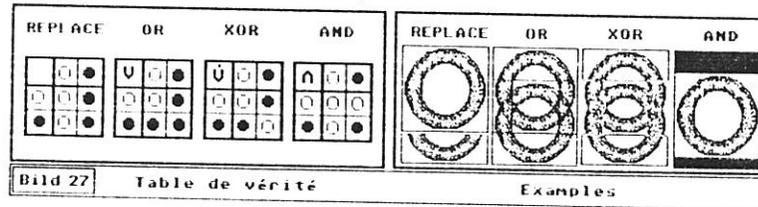

Bild 27
APPEL (DU) TAMPON : cette option permet de définir le mode de mixage du contenu du tampon et d'une page graphique (au cours des diverses manipulations faisant intervenir le tampon). Les tables de vérité et exemples de la figure 27 illustrent les quatre types d'opérations logiques. Dans chacun des cas, la figure 1 est superposée sur la figure 2.